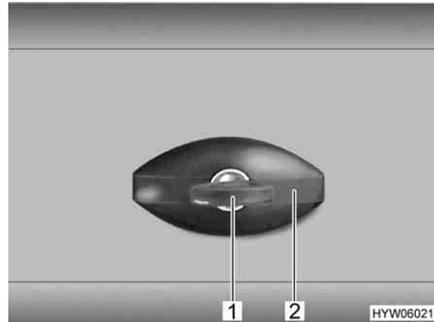

Fig. 50 Serratura dello sportello, ellittico, chiuso
- Inserire la chiave nel cilindro della serratura (Fig. 50,1) e ruotare in senso antiorario di un quarto di giro. La maniglia della serratura (Fig. 50,2) scatta all'infuori.